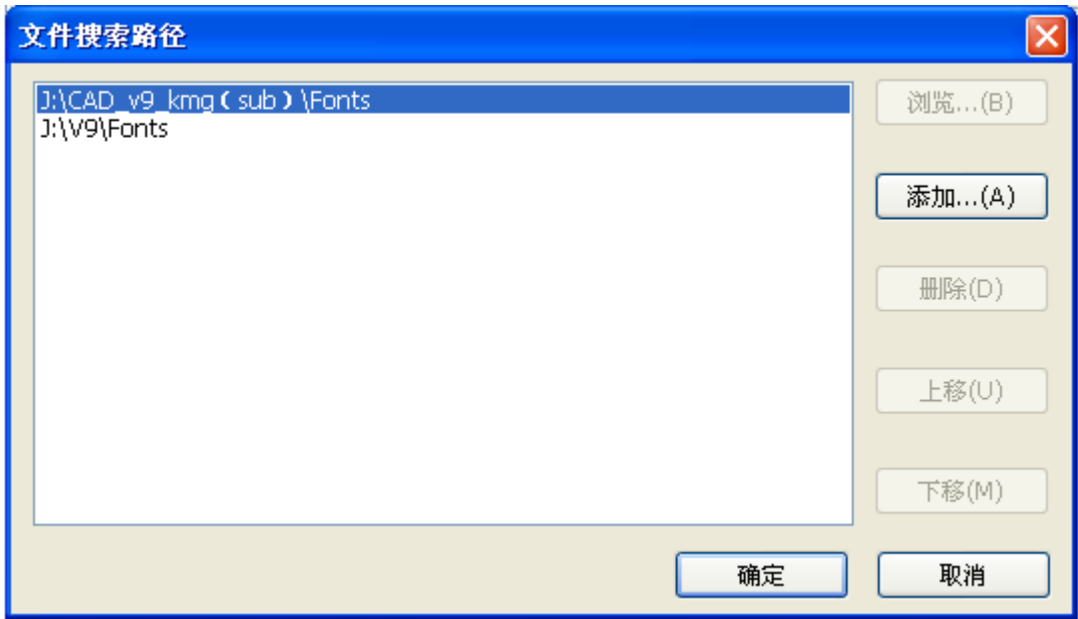

图 3.11 文件搜索路径
1. 设置文件的搜索路径：点击“设置”按钮之后弹出如图 3.11 所示的对话框，这里可以设置支持文件的搜索路径，最多可以设置五个路径。